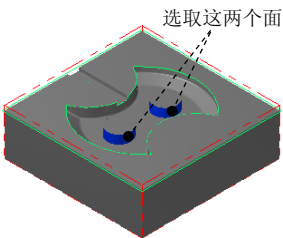

图 22.34 选取加工面
(1) 在图形区中选取图 22.34 所示的两个面, 按 Enter 键, 系统弹出“刀具路径的曲面选取”对话框。